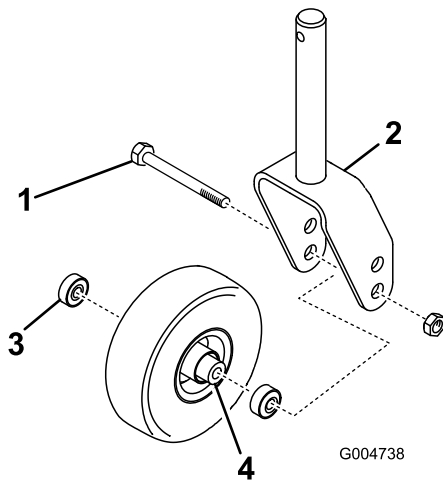
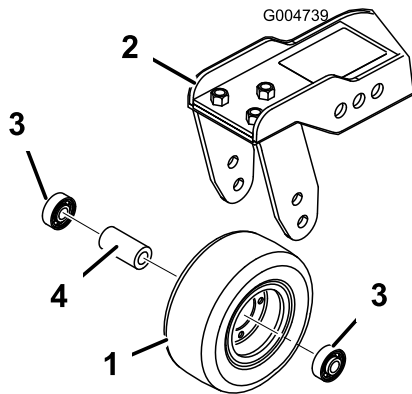

Figura 111
Figura 112
- Togliete il dado di bloccaggio dal bullone che fissa il gruppo ruota orientabile alla forcella (Figura 111) o al braccio di rotazione (Figura 112).
- Togliete il cuscinetto dal mozzo della ruota e lasciate cadere il distanziale del cuscinetto (Figura 111 e Figura 112).